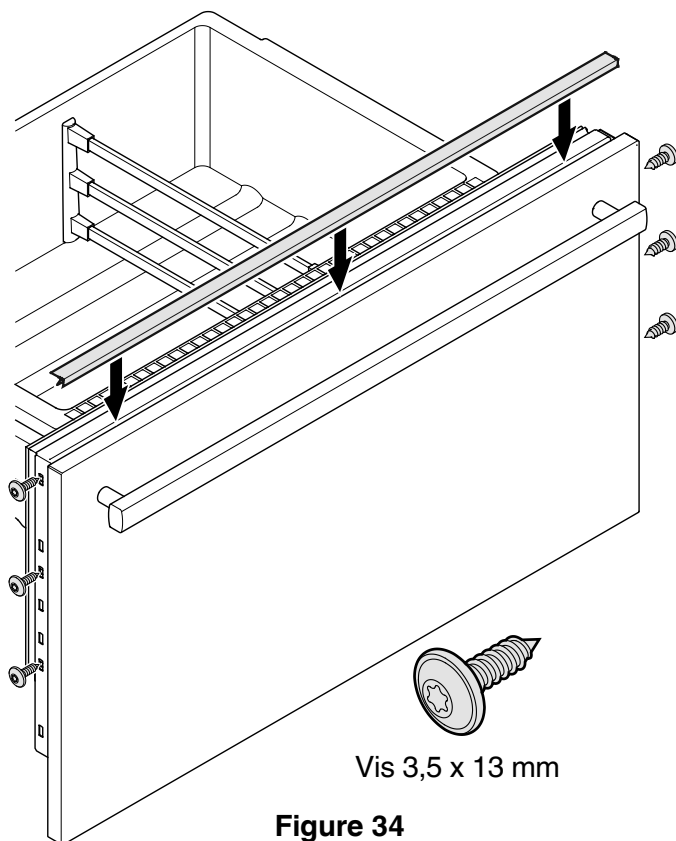

Figure 34
Montage des panneaux de tiroir du congélateur - Figure 34
1. Retirer le tiroir du congélateur supérieur et y visser le panneau à l'aide de trois vis à gauche et à droite en utilisant les vis comme à la **Figure 34**.